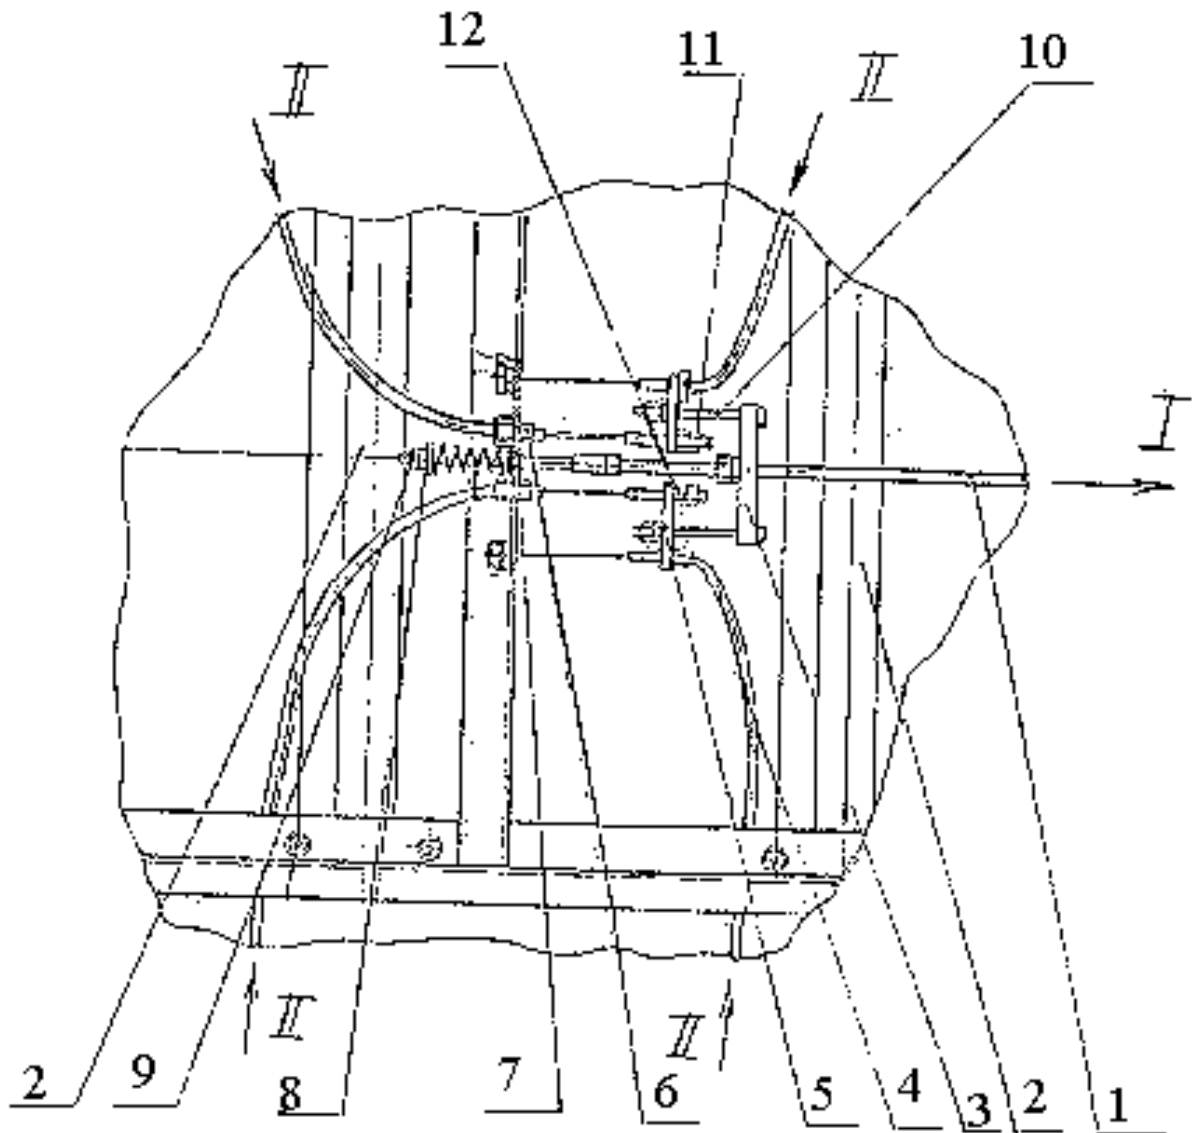

Рис. 4
1. 5. 1. ТОРМОЗНОЙ ПРИВОД (рис. 4)